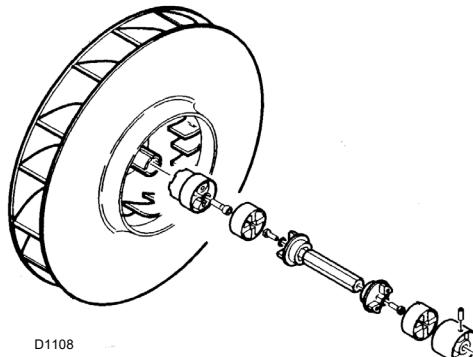

Fig. 29
**Eventual substituição da bomba e/ou juntas (Fig. 29)**
Executar a montagem respeitando as indicações das figuras (Fig. 29).